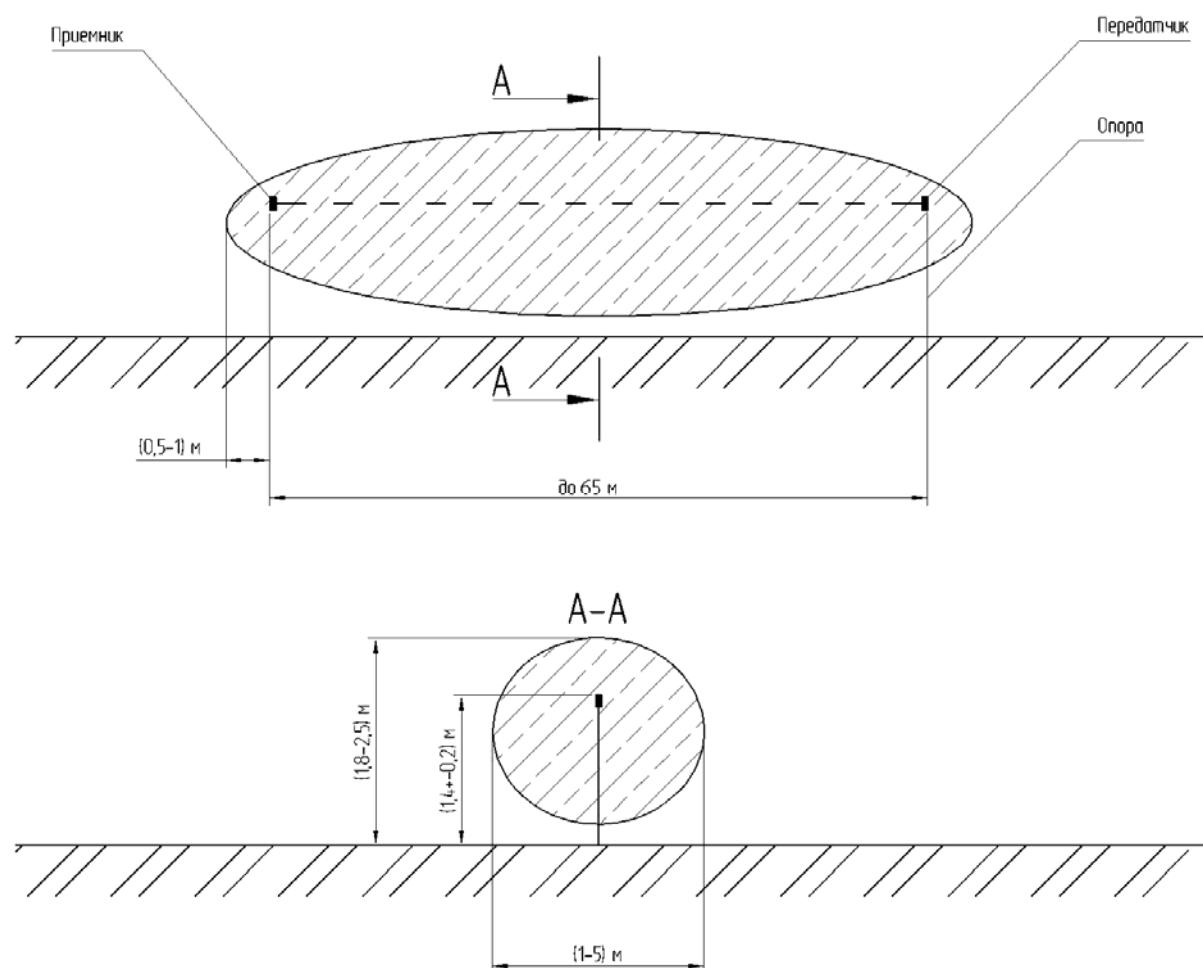

Рисунок 5.3. конфигурация зоны обнаружения по человеку
- Закрепить приемник и передатчик извещателя на кронштейны (приемник и передатчик должны быть установлены навстречу друг другу рисунок 5.3). Допустимое взаимное отклонение осей приемника и передатчика по вертикали и горизонтали ±15°. **Извещатель не требует специального оборудования для установки соосности приемника и передатчика.**